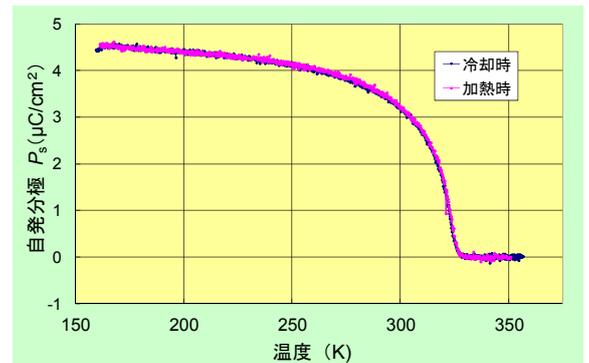

図3 硫酸三グリシンの自発分極温度依存性
- 代表的強誘電体、硫酸三グリシンに約325 K以下で現れるD-E履歴曲線を測定し、決定した自発分極の温度依存性を図3に示した。